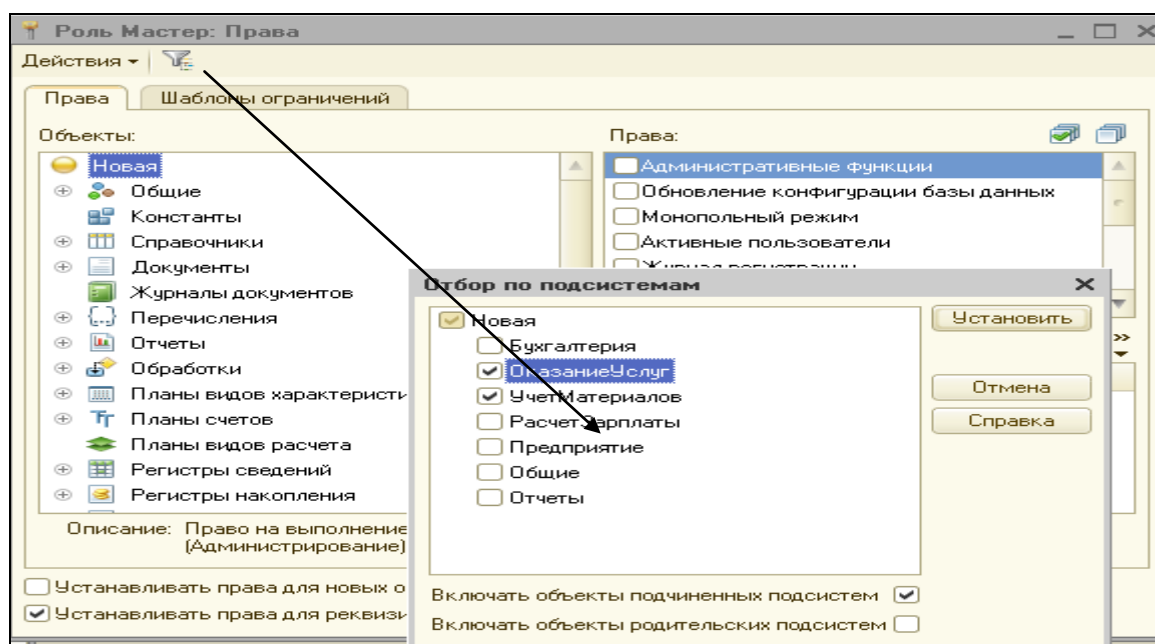

Рисунок 11.4 Выбор подсистем для мастера
2. Установить фильтр объектов по подсистемам **УчетМатериалов** и **ОказаниеУслуги** (рис.11.4). установка фильтра позволяет при необходимости внести уточнения в установленные права. Например, для справочника **Сотрудники** запретить права **Добавление**, **Удаление** и **Изменение**. У всех остальных объектов конфигурации отменить право **Удаление**.